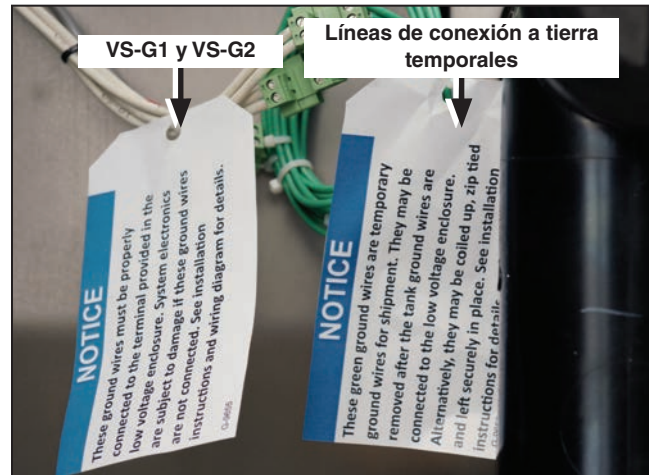

Figura 28. Revise las etiquetas de Aviso de las líneas de conexión a tierra temporales y de los cables de conexión a tierra VS-G1 y VS-G2.
- (c) Habrá hasta tres pares de cables de tierra, VS-G1 y VS-G2, que están incluidos en el gabinete principal. Vea su diagrama de cableado para los detalles. Los cables VS-G1 y VS-G2 están marcados con una etiqueta colgante de Aviso. Ver Figura 28. Desconecte los cables de tierra VS-G1 y VS-G2 de los hilos de la conexión a tierra temporal y páselos hacia el gabinete de baja tensión. Los hilos de la conexión a tierra temporal son cables verdes en el tanque marcados con una etiqueta colgante de Aviso. Ver Figura 28. Los cables verdes temporales pueden ser ya sea removidos o enrollados, atados con cinchos y dejados en su lugar.